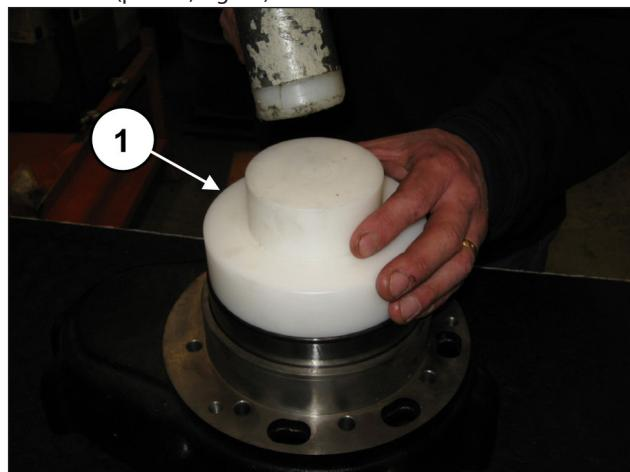
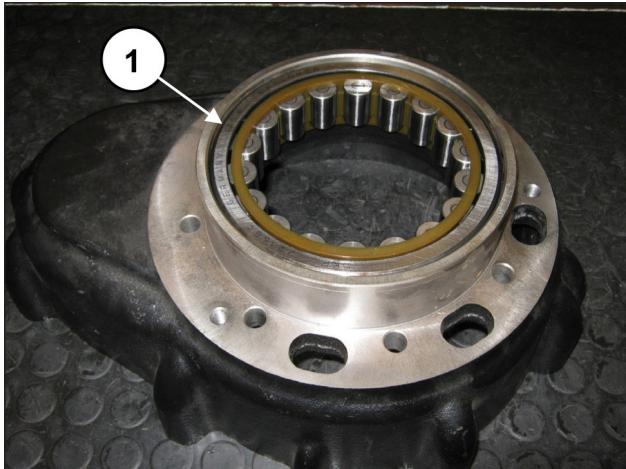

Fig. 53
Fig. 54
Do lado oposto da caixa do redutor, pré-monte o anel externo do mancal do virabrequim usando a ferramenta cód. 27605000 (pos. ①, Fig. 53) até que ele esteja completamente assentado (pos. ①, Fig. 54).